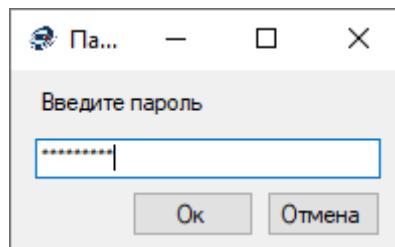

Рисунок 3 – Окно ввода пароля
- Поменять режим доступа к настройкам. При этом, при переходе в режим администратора (см. пункт, отобразиться окно для ввода пароля (Рисунок 3).
«Расширенные настройки» появится окно ввода пароля (Рисунок 3). Если пароль был введен правильно, то программа откроет окно расширенных настроек и перейдет в режим администратора.